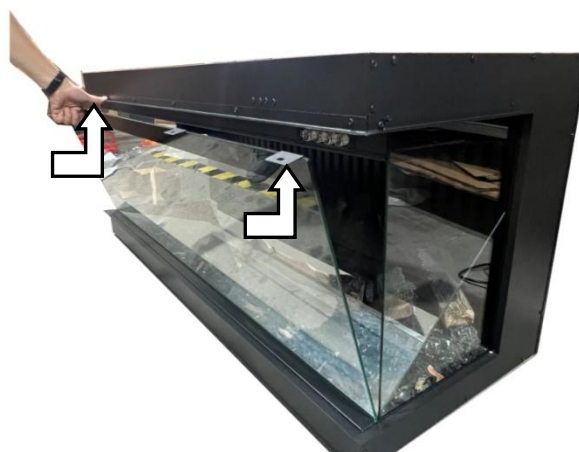

Fig.1-1 Fig.1-2
- Scoateți toate șuruburile din partea superioară a panoului de sticlă. Fig.1-1